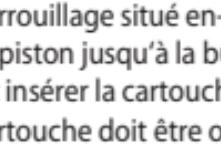

Fig 3
e) Pour chaque application, placer un nouvel embout de mélange sur la cartouche/seringue. Pour ce faire, le pousser complètement vers le bas jusqu'à ce que les encoches de l'embout de mélange et de la cartouche se rencontrent. Saisir la base colorée de l'embout de mélange (et non l'embout de mélange lui-même) et le fixer en le faisant pivoter d'1/4 de tour dans le sens des aiguilles d'une montre (Fig 3). Puisque MultiCore Flow va polymériser dans l'embout de mélange, ce dernier peut servir de bouchon à la cartouche/seringue jusqu'à la prochaine utilisation (remplacer l'embout de mélange juste avant l'utilisation suivante).